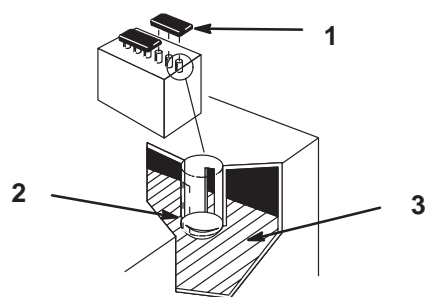

Figure 25
2. Enlevez les bouchons de remplissage. Si le niveau d'électrolyte n'atteint pas la partie inférieure du tube (Fig. 25), ajoutez la quantité d'eau distillée requise (voir Ajout d'eau dans la batterie, page 26).
2. Enlevez les bouchons de remplissage (Fig. 25).
3. Versez lentement de l'eau distillée dans chaque élément pour amener le niveau à la partie inférieure du tube (Fig. 25).